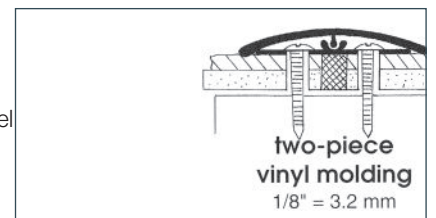

FIGURA 7
- Hay disponibles molduras de dos piezas y esquinas y listones de uso pesado para grosores no estándar (figura 7). Consulte a su distribuidor de paneles de FRP para conocer la disponibilidad. Debe aplicarse sellador de silicona en todas las molduras y alrededor de todos los bordes, sujetadores y accesorios de los paneles para hacer una instalación resistente a la humedad.